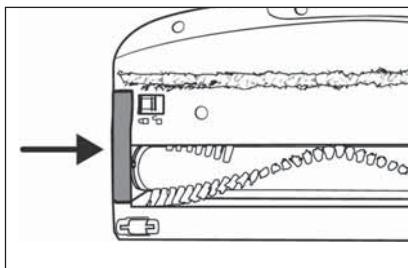

Fig. 32
- Insérez le rouleau de brosse ②1 dans la brosse de sol ②2. Pour cela, tournez légèrement le rouleau brosse ②1 pour pouvoir l'utiliser plus facilement.
- Replacez le support de rouleau de brosse ⑨ dans la brosse de sol ②2. Poussez-le vers le bas jusqu'à ce qu'il s'enclenche dans la brosse de sol ②2 avec un clic (voir fig. 32).